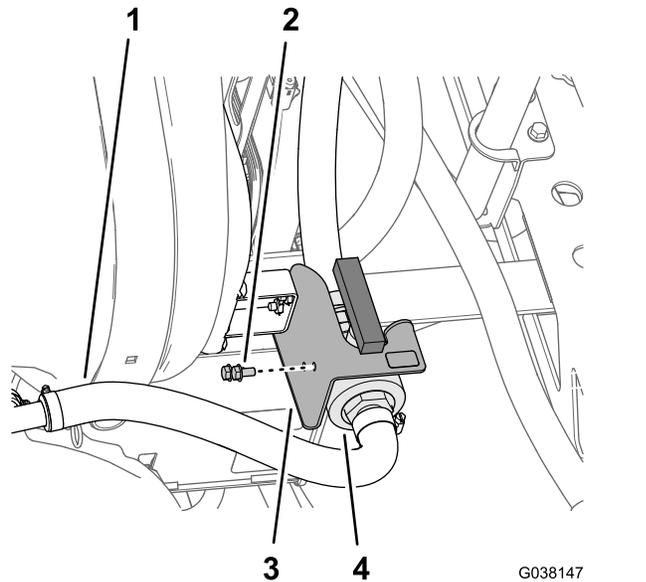

図 21
1. 攪拌スロットルバルブをスロットルバルブブラケットに固定しているフランジヘッドボルト $5/16 \times 5/8$ インチ 本を外す 図 21。